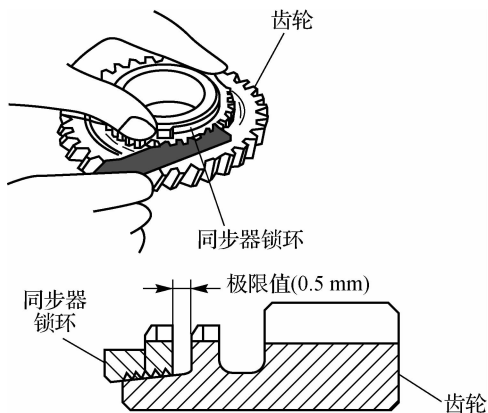

图 6-50 同步环的检查
(1)同步环的检查。如图 6-50 所示,用塞尺检查同步环与齿轮轴向间隙,如果不符合标准,需更换同步环。